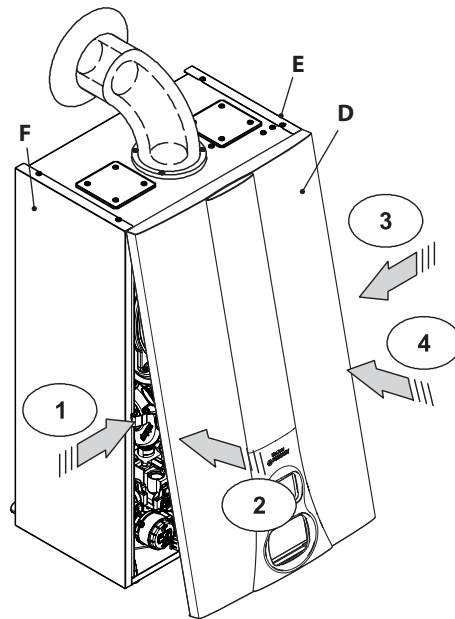

Figura 9.9
- Presione el muelle hacia adentro y al mismo tiempo empuje el panel frontal D hasta que se enganche completamente (Figura 9.9), secuencia 1-2.
- Repita los mismos pasos en el lado opuesto del panel frontal D (Figura 9.9), secuencia 3-4.